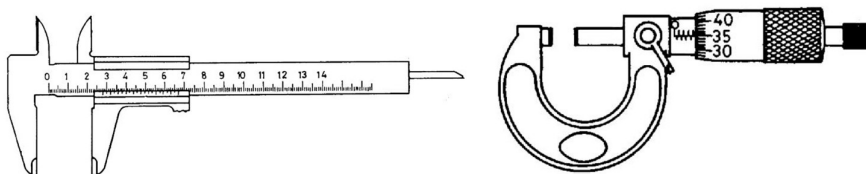

Figura 1. Esquemas de un pie de rey (izquierda) y un micrómetro (derecha).
Para medir $\bar{m} \pm u_m$ utilizamos una balanza digital. Para medir $\bar{V} \pm u_V$, utilizamos el calibre o pie de rey (véase figura 1) y un objeto de geometría simple para medir sus dimensiones, por ejemplo, un cubo, cilindro o paralelepípedo.
Para determinar con precisión el espesor de la arandela e_1 , emplearemos un micrómetro (véase figura 1) y argumentos similares a los relativos a la ecuación (6).